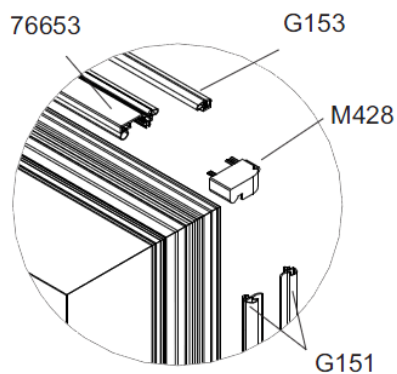

**Fig. 2 Guarnizione laterale G151**
10. Inserire le guarnizioni **G151** lateralmente nell'anta (Fig. 2).